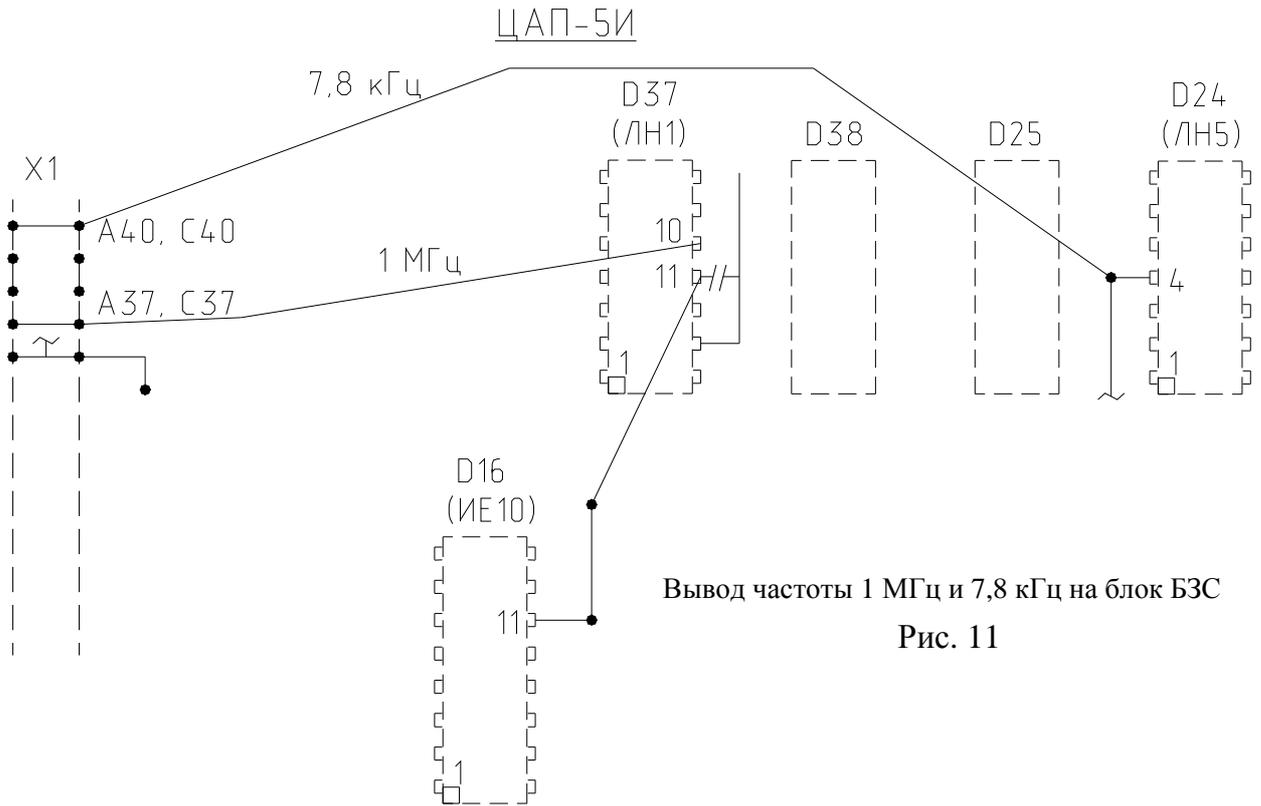

Рис. 11
8.1.4. Для совместной работы блока ЦАП–5И с блоком запитки сельсинов (БЗС) из блока ЦАП–5И выводятся сигналы 1 МГц и 7,8 кГц по рис.11 (станок ОЦ–3В).